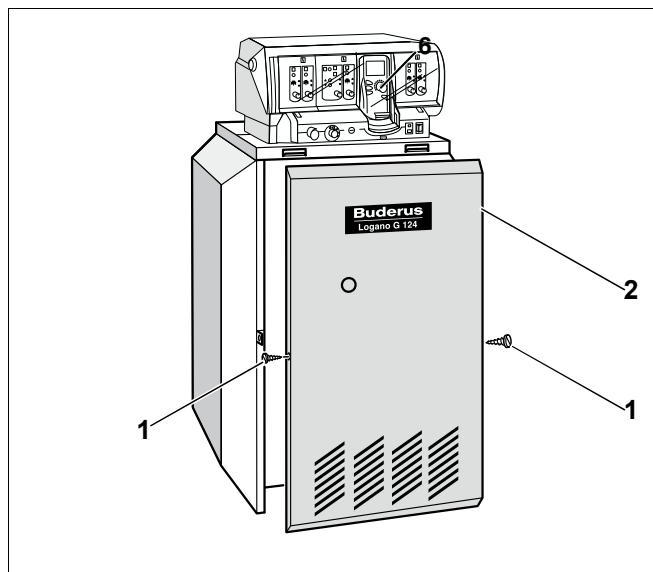

Рис. 36 Установка передней стенки котла
- Подвесить переднюю стенку котла (рис. 36, **поз. 2**).
- Вставить и закрутить справа и слева в боковые стенки фиксирующие винты (рис. 36, **поз. 1**).